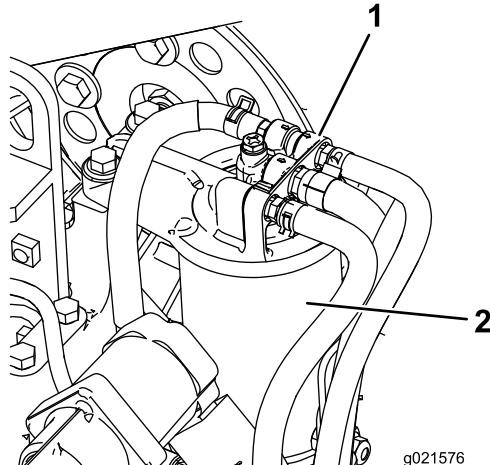

Figura 55
- Limpie la zona alrededor de la cabeza del filtro de combustible (Figura 55).
- Retire el filtro y limpie la superficie de montaje de la cabeza del filtro (Figura 55).